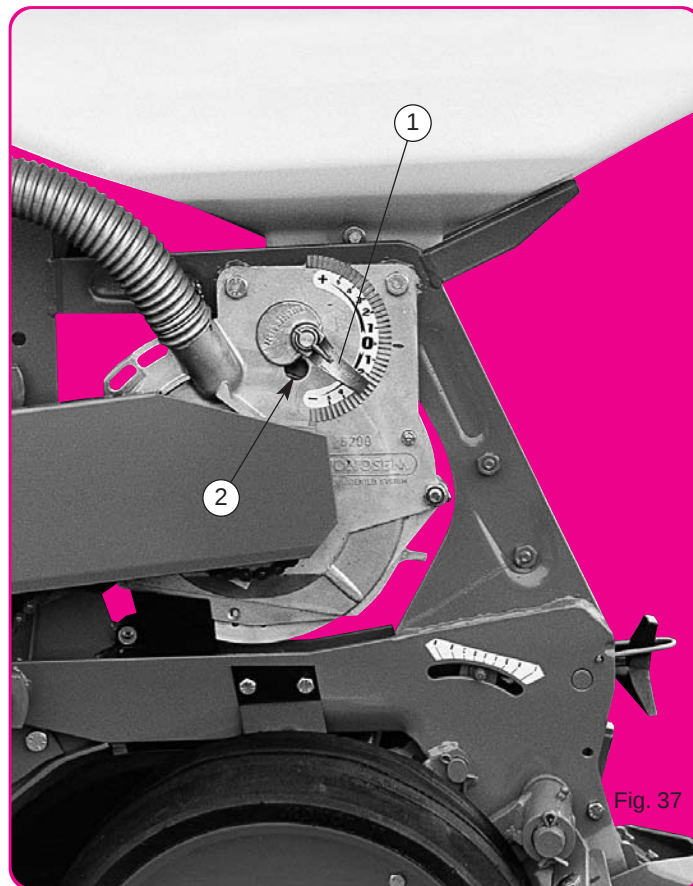

Fig. 37
L'index ① descendu vers le - (fig. 37) rapproche la plaque des trous, réduit l'aspiration (en ouvrant la prise d'air ②) ce qui provoque une tendance aux manques. Une fenêtre de contrôle sur le couvercle permet de s'assurer des résultats.
When the indicator ① is positioned to - (fig. 37), it lowers the scraper over the holes, reducing the degree of suction (opening the size of the hole ②). This may cause skipping. A control window in the cover allows you to check the results.
Wenn der Wahlhebel ① auf - (Abb. 37) gestellt wird, verkleinert der Abstreifer die Löcher in der Säscheibe. Gleichzeitig wird die Saugleistung (das Lüftungsloch wird geöffnet) verringert ②. Bei dieser Einstellung können Fehlbelegungen vorkommen. Im Sägehäusendeckel ist ein Fenster, durch das Sie die richtige Einstellung beobachten können.